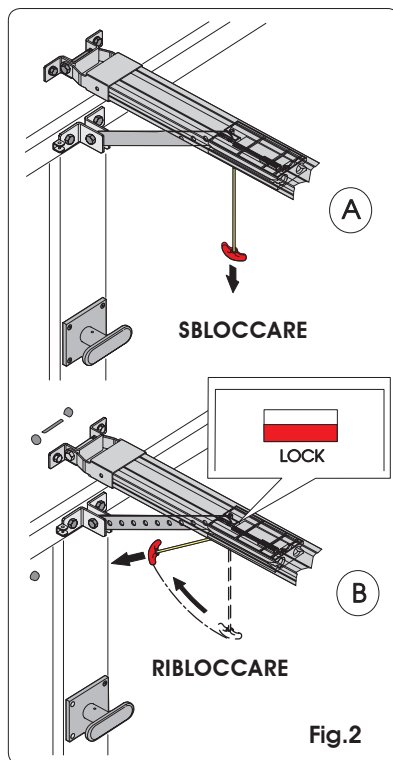

Fig.2
- Sbloccare l'operatore tirando verso il basso la maniglia di sblocco (Fig. 2 rif. A).
- Ribloccare l'automazione tirando orizzontalmente la maniglia (Fig. 2 rif. B) ed accertarsi che, al rilascio, la finestrella "LOCK" posta sotto al carrello sia di colore rosso, a conferma del corretto riarmo.